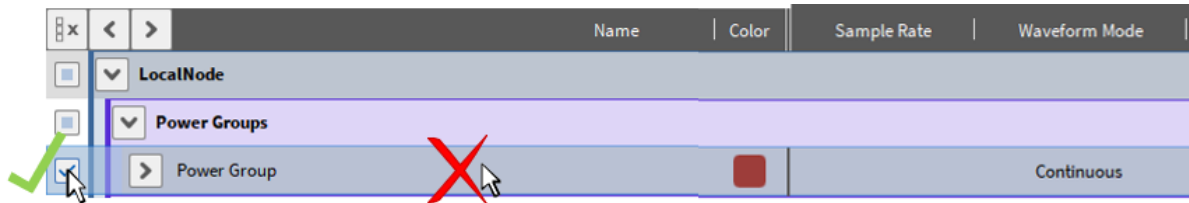

Abb. 9.45: Zeitdaten-Modus für eine gesamte Power-Gruppe ändern
**Bemerkung:** Wenn der Zeitdaten-Modus einer gesamten Power-Gruppe geändert werden soll (alle Parameter in dieser Power-Gruppe), muss explizit die Checkbox der Power-Gruppe ausgewählt werden bevor der Modus geändert wird (siehe Abb. 9.45). Wenn nur auf den Kanal geklickt wird, verändert sich der Modus nicht für die einzelnen Parameter in der Power-Gruppe. Natürlich können auch die einzelnen Parameter auf verschiedene Modi eingestellt werden.